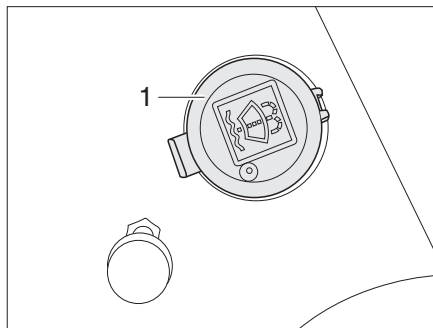

Fig. 35 Bocchettone di riempimento del contenitore dell'acqua di lavaggio
- Rimuovere il coperchio (Fig. 35,1) del bocchettone di riempimento del contenitore dell'acqua di lavaggio.